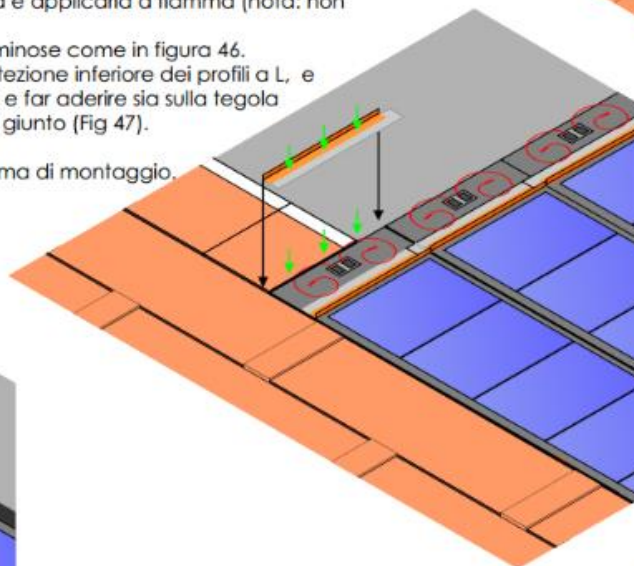

Fig.45
- Posate le tegole Tegosolar, seguendo le indicazioni di pag.11 e posizionare il profilo a L a destra dei connettori seguendo le indicazioni di fig.41-42-43-44 al fine di ottenere quanto illustrato in fig.45.
- posizionare l'elemento di tegola bituminosa in aderenza con il manto in Tegosolar, individuare dove fare i fori aiutandosi con il profilo L (Fig.45).